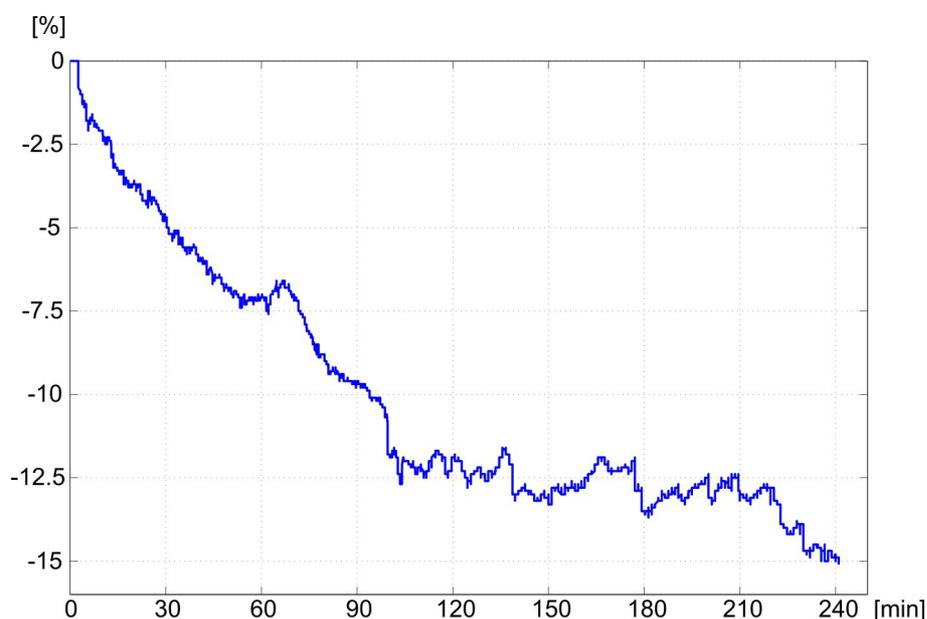

Fig. 11-21 Tendance du volume sanguin relatif (en %) au cours du traitement (temps en minutes)
Le capteur d'hématocrite (facultatif) (voir la section 11.4 Capteur d'hématocrite (capteur HCT) (296)) fournit des valeurs de volume de sang relatif (delta volume de sang en %) dans des intervalles de temps de 10 secondes. bioLogic Fusion utilise ces valeurs pour calculer les pentes des 10 dernières minutes de la tendance RBV (Fig. 11-21) afin de suivre le développement de la diminution RBV.